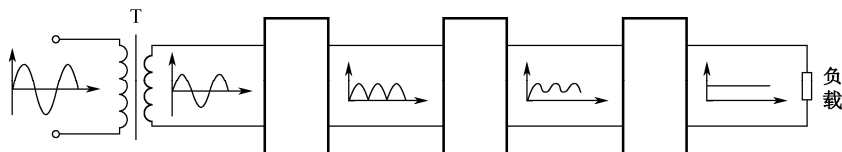

图 2-1 电流变换电路框图
1. 根据图 2-1 中电流波形变化情况，在方框中写出能实现该波形转换的电路名称。